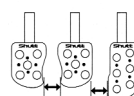

Fig. 5
- 5- Mantenha uma distância entre os pedais. Teste as pedaleiras antes de conduzir o veículo, a fim de verificar a fixação (fig.5).